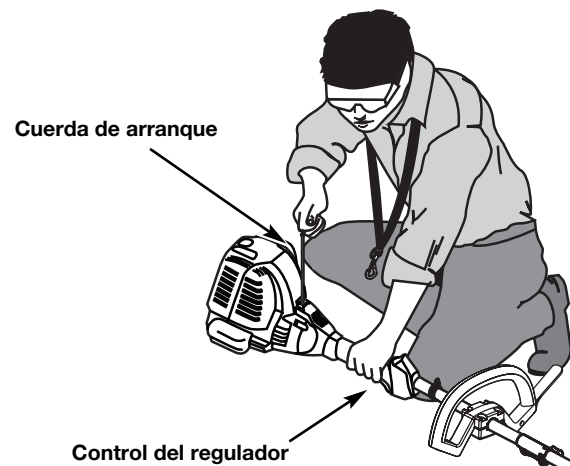

Fig. 21
6. Agáchese en posición de arranque (Fig. 21). Oprima la traba del regulador hacia adentro y apriete la palanca de control del regulador. Hale con energía el cordón de arranque 5 veces.